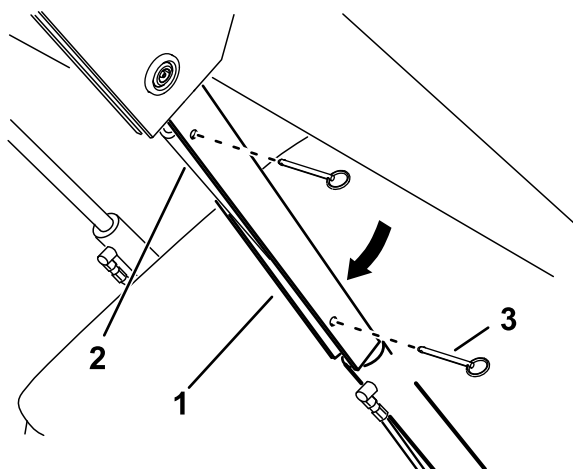

図 32
5. 各昇降シリンダロッドにシリンダロックをはめる 図 32。